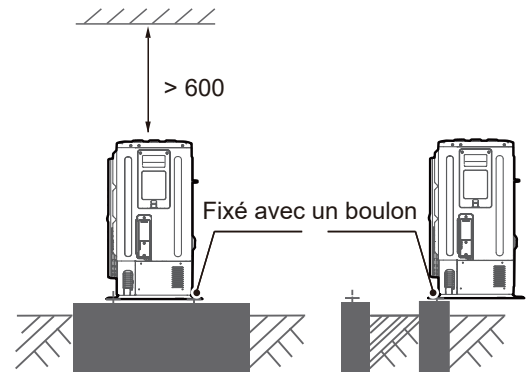

Figure 5-1
- Bâissez des bases en béton conformes aux spécifications des unités extérieures (voir Figure 5-1).
- Fixez fermement les pieds de l'unité avec des boulons pour l'empêcher de s'effondrer en cas de tremblement de terre ou de vent fort (voir Figure 5-1).